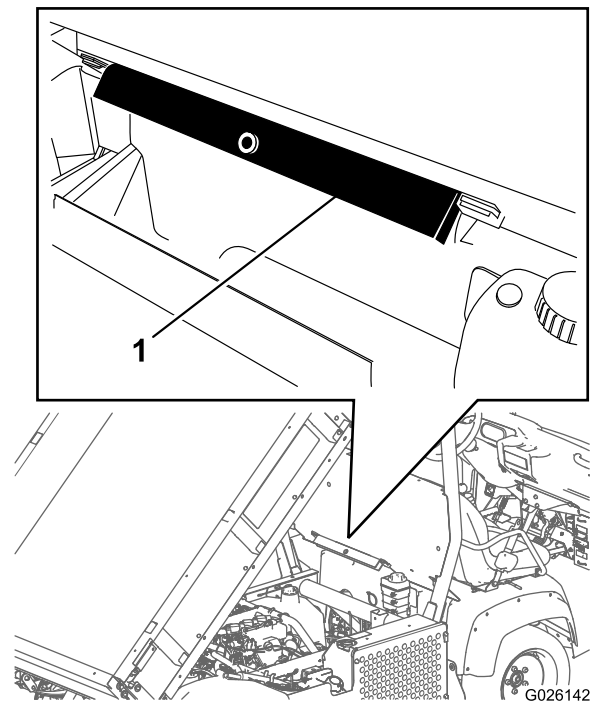

Figura 38
2. Rimuovete il supporto del pianale dalle staffe di stoccaggio sulla parte posteriore del pannello del ROPS (Figura 38).